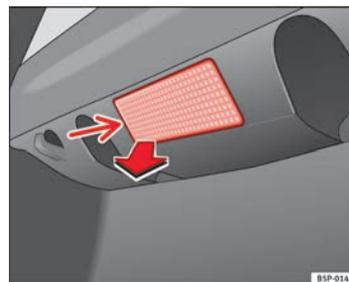

Fig. 198 Luz do porta-bagagens
- Extraia a tulipa pressionando o rebordo da parte interior da mesma (seta) com a ajuda da ponta de uma chave de fendas ⇒ Fig. 198.